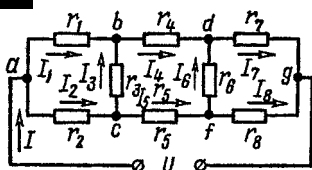

рис. 10
11. Найти эквивалентное сопротивление цепи (рис.10) и все токи, если  $U = 114 \text{ В}$ ,  $r_1 = 30 \text{ Ом}$ ,  $r_2 = r_3 = 10 \text{ Ом}$ ,  $r_4 = 26 \text{ Ом}$ ,  $r_5 = 11 \text{ Ом}$ ,  $r_6 = 10 \text{ Ом}$ ,  $r_7 = 40 \text{ Ом}$ ,  $r_8 = 50 \text{ Ом}$ . Задачу решить методом преобразования треугольника сопротивлений в эквивалентную звезду.